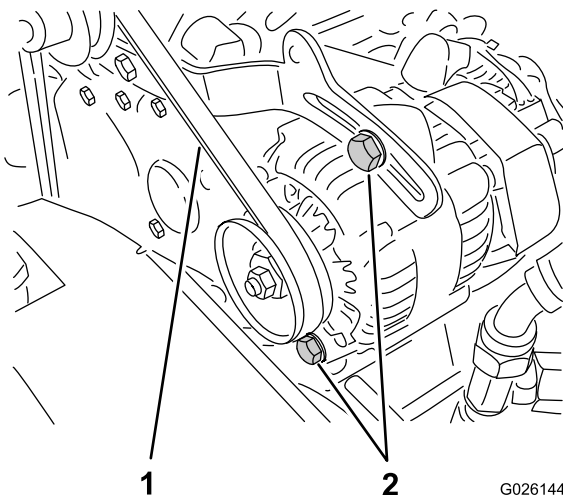

Figura 63
2. Controllate la tensione premendo la cinghia al centro tra le pulegge dell'alternatore e dell'albero motore con una forza di 10 kg (Figura 63).
- A. Allentate i 2 bulloni di fissaggio dell'alternatore (Figura 63).
- B. Con un piede di porco, ruotate l'alternatore fino a ottenere una tensione della cinghia appropriata, poi serrate i bulloni di fissaggio (Figura 63).